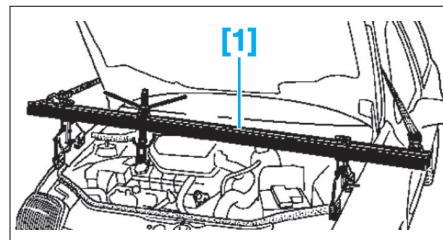

Fig. 61
- [1]. Outil de maintien moteur (Mot. 1453) (Fig.61).
- Mettre en place l'outil de maintien moteur [1] avec les sangles de maintien (Fig.61).